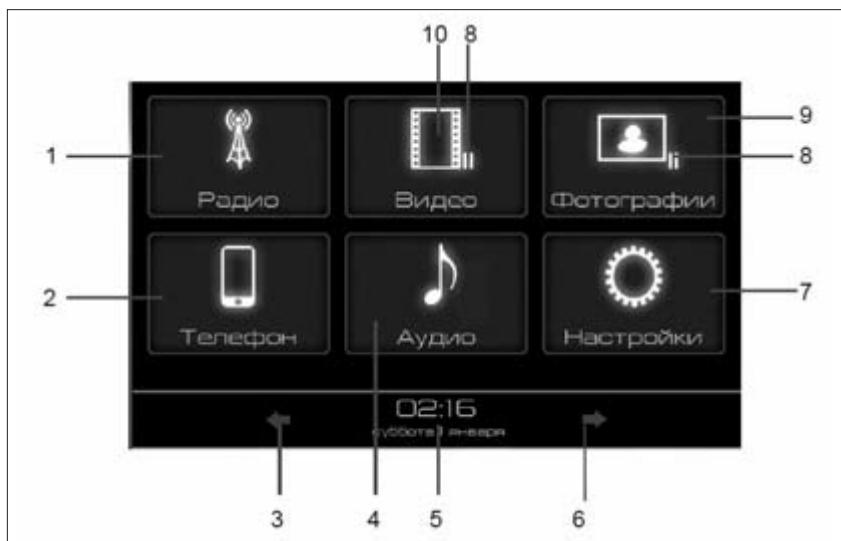

Рис. 2. Okno главного меню
2.5.1 После первого включения радиоприёмника или перезагрузки на дисплее радиоприёмника отображается главное меню (рис. 2).
- кнопкой **Радио** в главном меню (рис. 2);
- нажатие кнопки **Аудио** (рис. 2);
**Примечание.** При нахождении режима **Аудио** в состоянии «пауза» (индикатор 8, рис. 2) повторный вход в режим **Аудио** переведет радиоприемник в режим проигрывания аудиофайла с места остановки прослушивания.